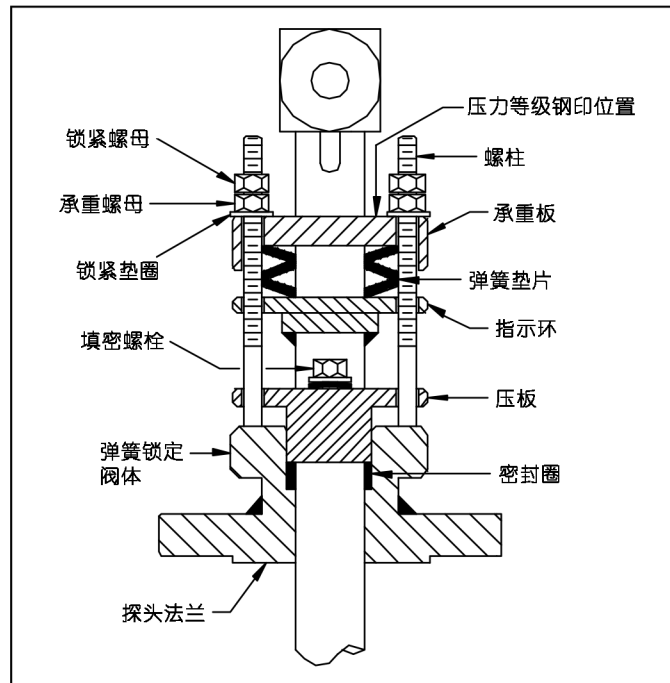

图 3: 弹簧锁定装置剖面图
- 压板和填料环安装就位（厂家组装）后，将探头插入密封套（图 3）。轻轻将探头/垫片和安装法兰用螺栓固定在一起(用手拧紧)。插入组件，直至探头接触管道另一侧。调整探头方向，使仪表接头上标注着"Flow"方向的箭头与流体流向一致并与管道的轴线方向夹角在  $\pm 3^\circ$  内。焊接件的轮廓应与管道的轮廓相符。检查确保焊接件底部与管壁接触。